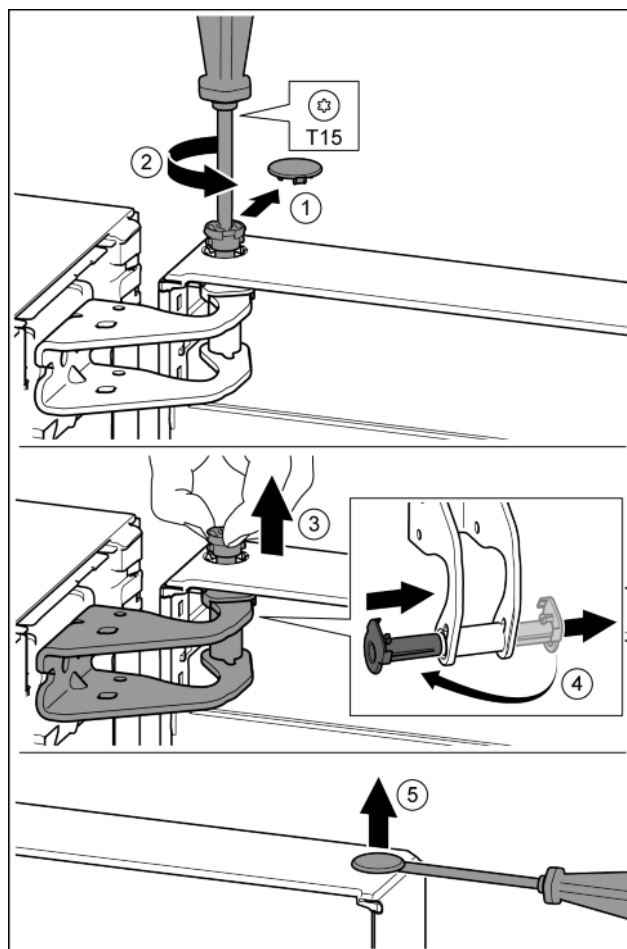

Fig. 13
- ▶ Veiligheidsafdekking voorzichtig eraf trekken. Fig. 13 (1)
- ▶ Bout met schroevendraaier T15 een stukje eruit draaien. Fig. 13 (2)
- ▶ De deur vasthouden en de bout met de vingers eruit trekken. Fig. 13 (3)
- ▶ Lagerbussen uit de geleiding trekken. Op de andere kant aanbrengen en vastklikken. Fig. 13 (4)
- ▶ Stop voorzichtig met een sleuwschroevendraaier uit de lagerbus van de deur optillen en eruit trekken. Fig. 13 (5)